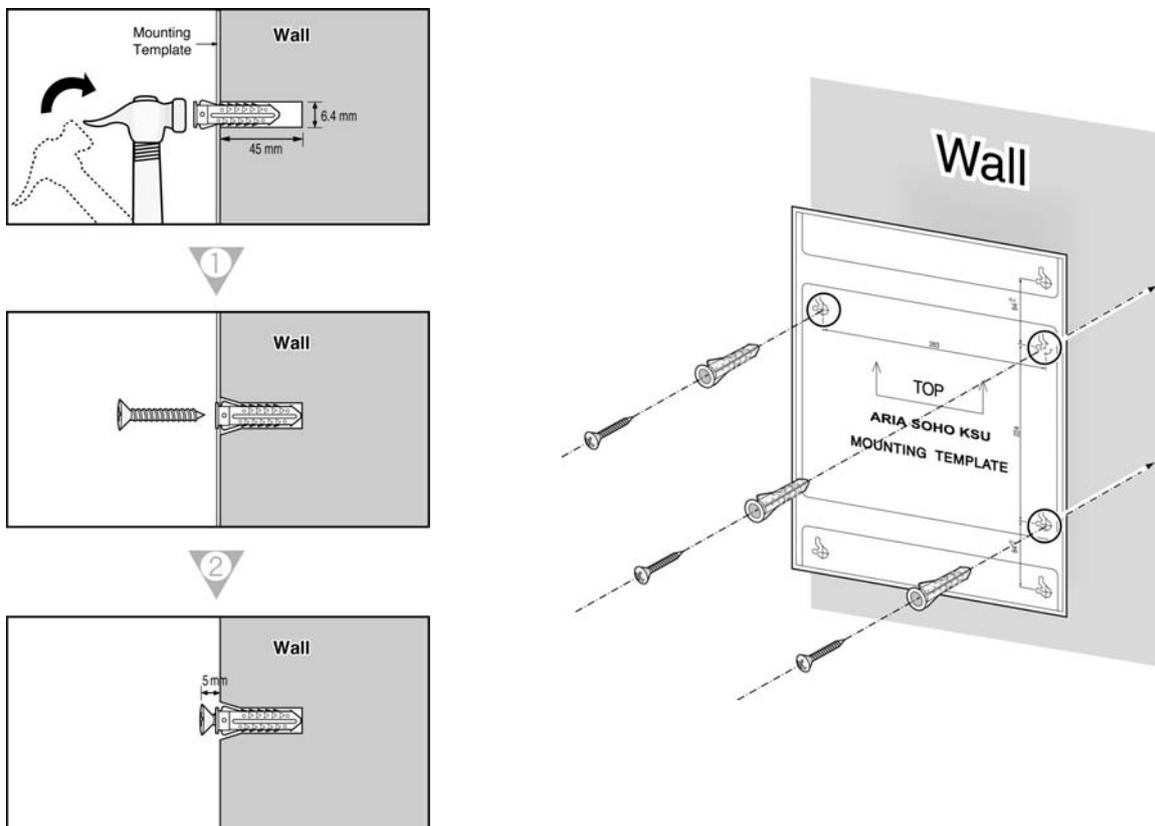

FIGURA 4: PLANTILLA DE MONTAJE
1. Instale 3 clavijas de anclaje en la pared usando la plantilla de montaje en un emplazamiento seguro (figura 4).